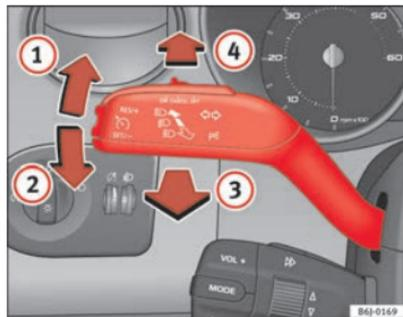

Fig. 57 Manípulo das luzes indicadoras de mudança de direcção e dos máximos
- Carregar a alavanca para cima, até ao batente para cima ⇒ fig. 57 (1), para piscar à direita ou para baixo (2), para piscar à esquerda.
- Empurrar a alavanca para a frente ⇒ fig. 57 (4), para ligar os máximos.